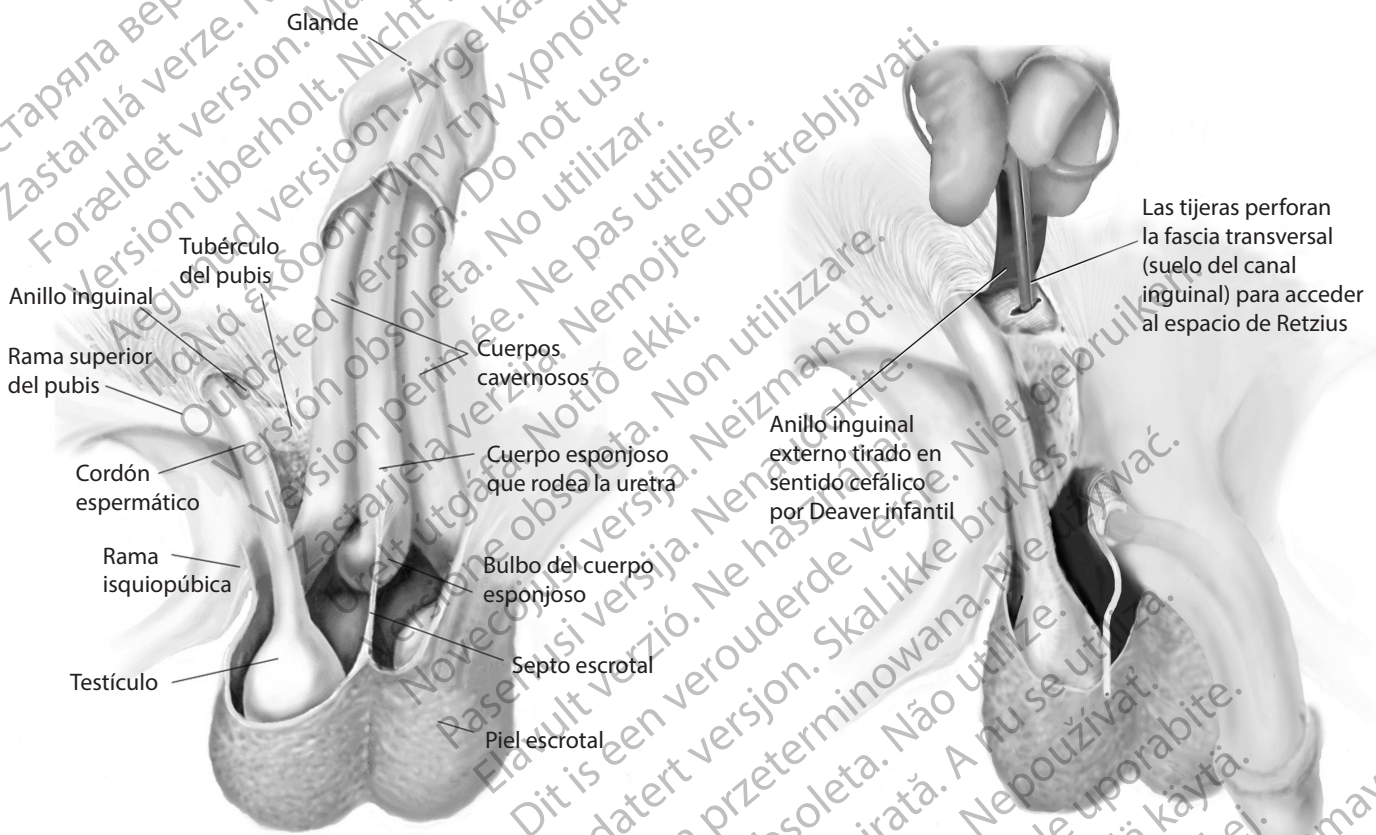

Figura 4-21.
- a. Vacíe la vejiga, retire el retractor Scott y mueva la incisión escrotal al lado del pene. Coloque el BRP en el espacio retropúbico, ubicando el anillo inguinal y perforando la fascia transversal. Tras la implantación del BRP, estreche la abertura colocando una sutura absorbible. (Figura 4-21)